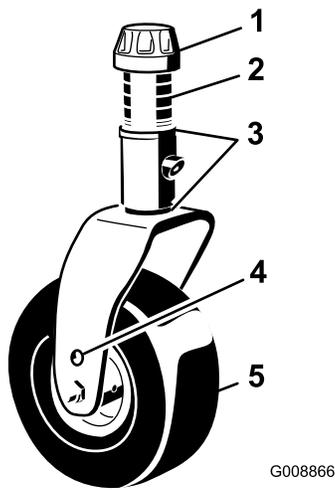

図 20
2. 両方のキャスタホイールのアクスルをキャスタフォークの上穴または下穴にセット（全部のキャスタフォークで同じ穴に統一）する（図 20）。ノズルを高い位置で使いたい場合には、キャスタホイールのアクスルを下穴にセットする。
- スピンドルシャフトからテンショニングキャップを外し（図 20）キャストアームからスピンドルを抜き出す。最初についていたように、スピンドルシャフトにシム（3mm）を 2 枚セットする。これらのシムは、ブローアをその幅方向全体にわたって水平にするために必要なものである。希望の高さにするために必要な数のスペーサ（13 mm）をシャフトにセットし、ワッシャをはめる。